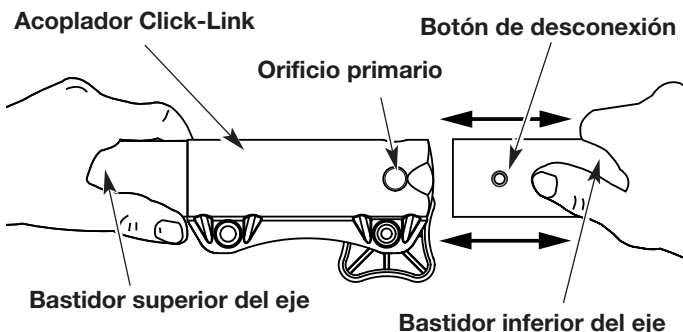

Fig. 9
3. Mientras sostiene con firmeza el bastidor superior del eje, tire del accesorio de corte o del otro accesorio en línea recta hacia fuera del acoplador Click-Link (Fig. 9).
2. Mientras sostiene el accesorio con firmeza, empuje en línea recta dentro del acoplador Click-Link (Fig. 9).